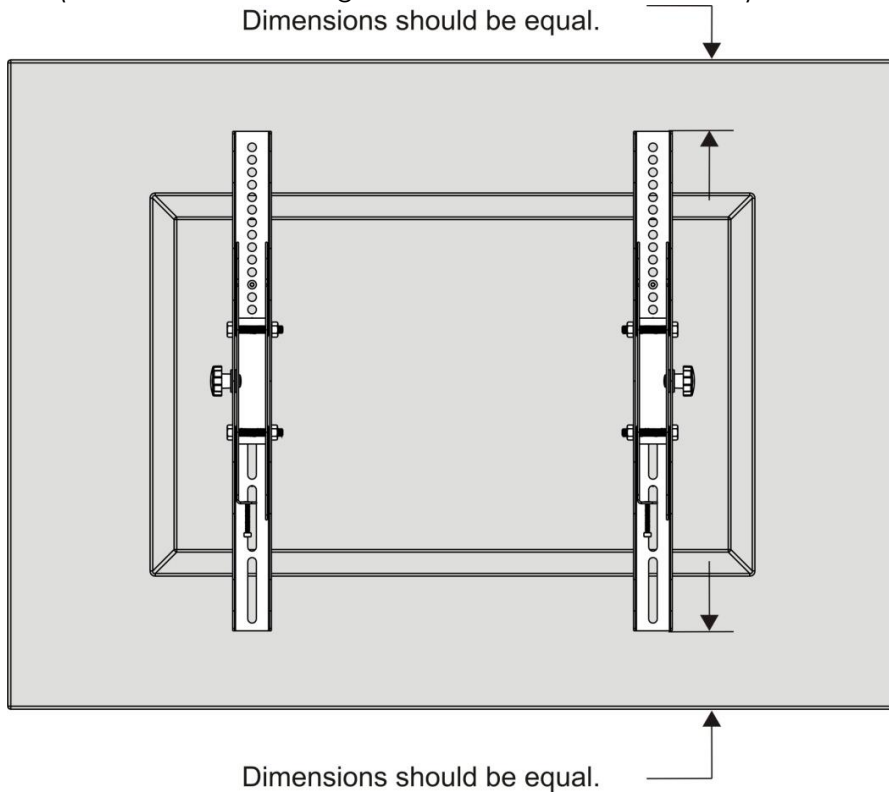

Abb. 5
- Legen Sie den Fernseher mit dem Bildschirm nach unten auf das Tuch. Legen Sie die TV-Schienen auf die Rückseite des Fernsehers, richten Sie die Löcher so aus, dass die Schienen sich in einer mittigen Position befinden (unten und oben der gleiche Überstand/ siehe Abb.5).